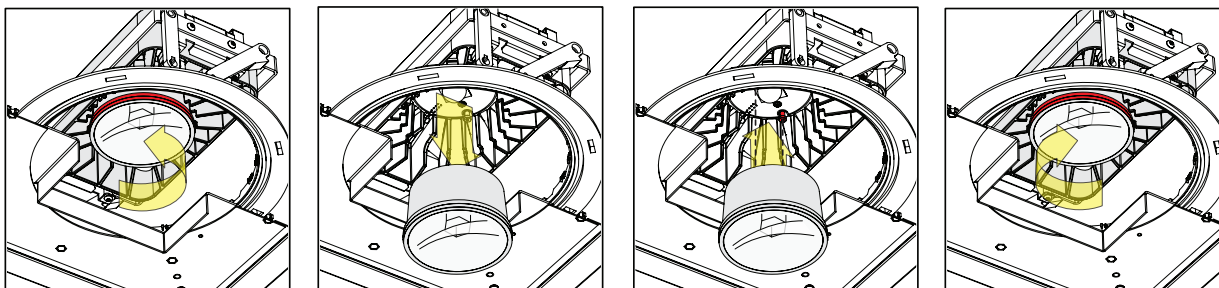

fig. 18
- Installez l'optique de rechange en la tournant dans le sens des aiguilles d'une montre (voir la fig. 18).